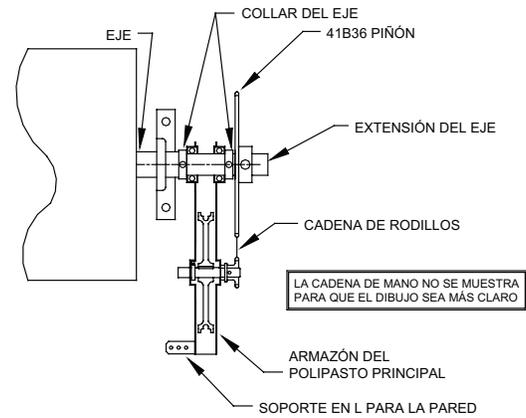

Figura 15
15.2 Operador de accionamiento reducido: instalación de polipasto de cadena 4:1 como se indica en la Figura 15.